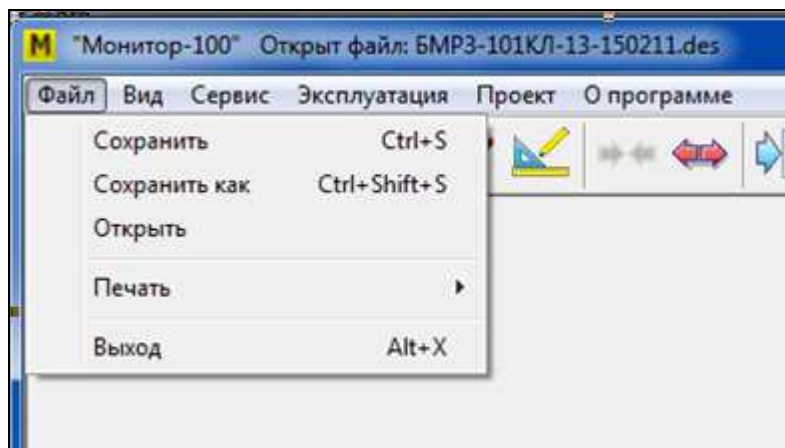

Рисунок 17
3.1.2.2 Пункт главного меню «Файл» содержит пять подпунктов (см. рисунок 17).